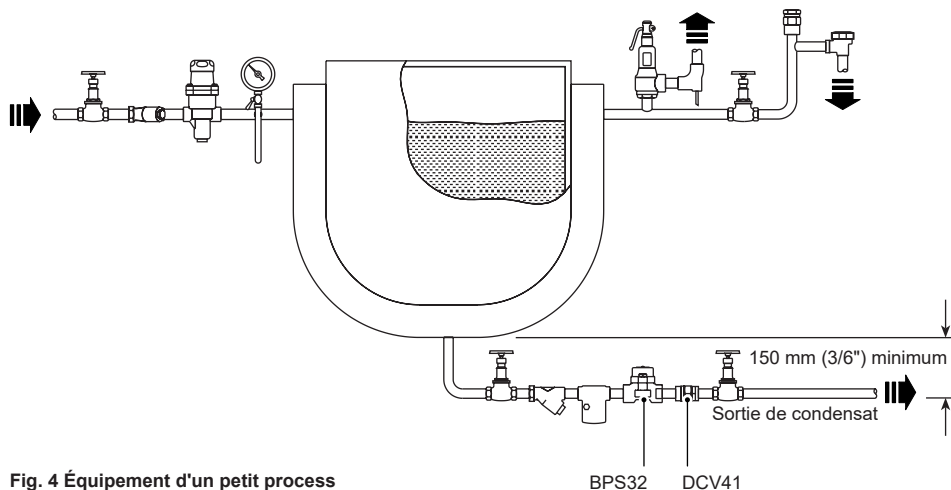

Fig. 4 Équipement d'un petit process
- 3.4** Le purgeur est conçu pour être installé dans n'importe quelle position, horizontale ou verticale, de préférence avec un pot de purge précédant immédiatement le purgeur, généralement de 150 mm (6"), voir la figure 4.
- 3.5** Toujours monter un clapet de retenue en aval d'un purgeur, si celui-ci évacue le condensat dans une ligne de retour où une contre-pression est présente. C'est le plus souvent causer par une ligne de condensat qui remonte. Le clapet de retenue empêchera le retour de condensat de la tuyauterie verticale quand la pression d'admission sera réduite ou la vapeur sera coupée. Utiliser un clapet approprié telle que la Spirax Sarco DCV41, voir figure 4.